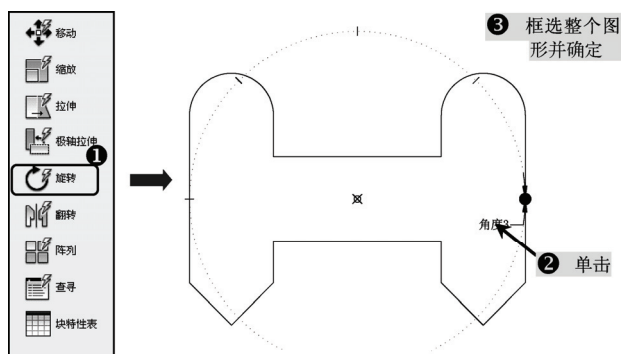

图 9-17 旋转动作操作
3) 在“动作”选项卡中单击“旋转”工具按钮，选择刚才绘制的标签，再框选整个图形并确定，如图 9-17 所示。